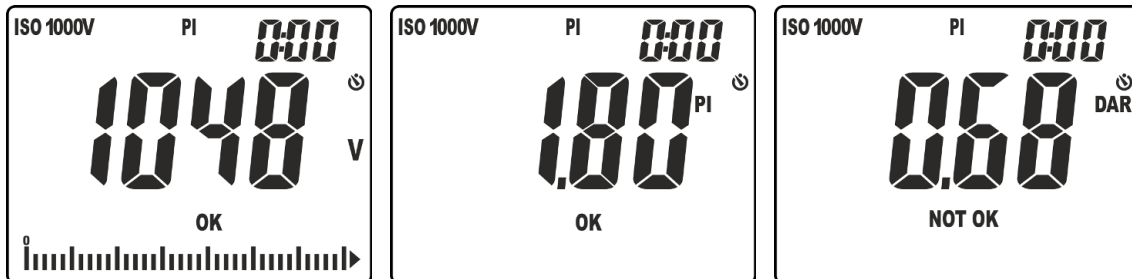

Fig. 24: Risultati della misura di PI e DAR
10. Premere i tasti $\blacktriangledown/\text{⚡}$ o $\blacktriangle/\text{ZERO}$ per visualizzare la tensione reale applicata, il valore del parametro PI o il valore del parametro DAR (vedere Fig. 24)